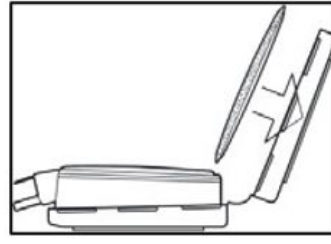
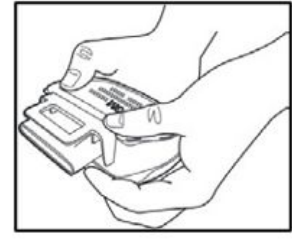

Fig.7
Fig.8
3. Oriente um filtro na outra metade do retentor do filtro de modo que o formato do filtro fique alinhado com o formato do retentor do filtro e o lado impresso do filtro esteja voltado para baixo (Fig. 7). Enrole a extremidade oposta do retentor em torno do cartucho e prenda pressionando os quatro cantos do retentor do cartucho/filtro (Fig. 8).